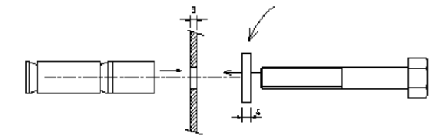

Abbildung 3
8. Sichern Sie nun den Tresor, indem Sie die mitgelieferten Befestigungsschrauben verwenden. Gehen Sie wie folgt vor: Verwenden Sie wie auf der beiliegenden Zeichnung Schraube, Unterlegscheibe und Dübel und befestigen Sie mit Hilfe eines Schraubenziehers die Schrauben (Abbildung 3 & 4).